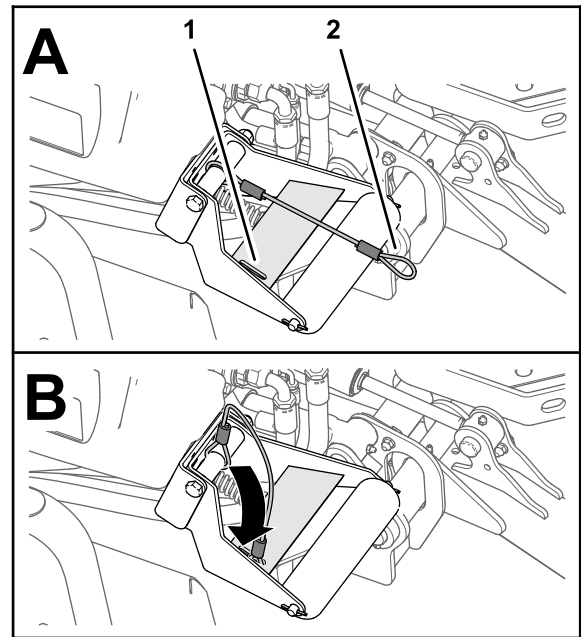

Figure 34
4. Les unités de coupe étant abaissées, enfilez la boucle du cordon dans la fente de la plaque de renfort du support de rouleur (Figure 34).